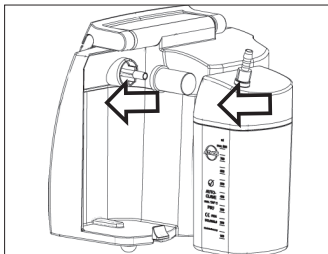

Bild 8.
- Zum Einsetzen des DDS-Sekretbehälter waagrecht nach innen schieben bzw. zum Entfernen waagrecht nach außen schieben (Bild 8). Der Filter muss auf dem Gehäuse fixiert werden, danach wird der Sekretbehälter eingesetzt.